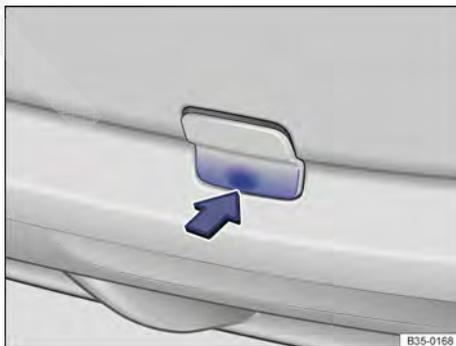

Fig. 220 No para-choque traseiro à direita: remover a cobertura. ►
O alojamento da argola de reboque rosqueável está localizado à direita do para-choque traseiro, atrás de uma cobertura → Fig. 220. Em *veículos com dispositivo de reboque instalado de fábrica*, atrás da cobertura **não** há um alojamento para a argola de reboque rosqueável. Para rebocar, bascular para fora ou montar e utilizar a rótula de engate e utilizá-la → Página 241, → ①.
- Pressionar na área inferior da cobertura → Fig. 220 no sentido da seta para soltar o encaixe da cobertura.